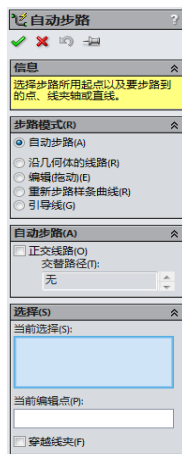
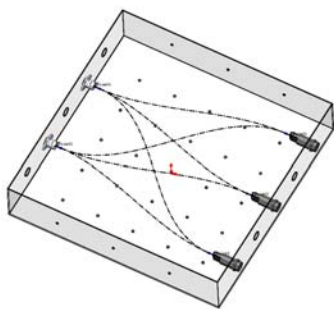

图 18-27 “自动步路”属性管理器
图 18-28 预览结果
⑥ 单击“确定”按钮。采取“线路属性”属性管理器的默认设置。系统弹出图 18-27 所示的“自动步路”属性管理器。绘图区域将显示在 Excel 文件中所定义的线路的预览图，如图 18-28 所示。